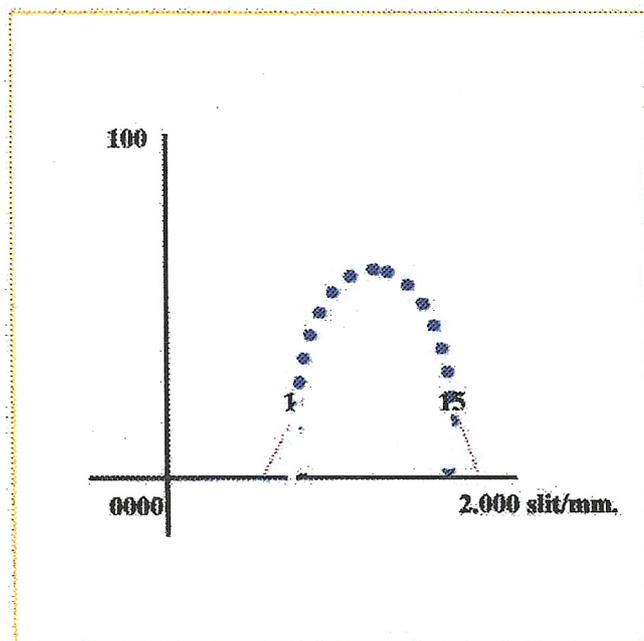

FIGURA 2. Ajuste do trocador de fendas.
Forma-se um novo gráfico (Figura 2).
**Nota:** neste exemplo, o gráfico da Figura 2 demonstra que o pico foi formado com 15 pontos.
Posicionar no comando **Fitt. Points** e contar o número de pontos que formam o pico no gráfico (Figura 2), da base esquerda à base direita do gráfico.
Teclar **F5** e transcrever o número de pontos obtidos. Na Figura 2, por exemplo, é 15.